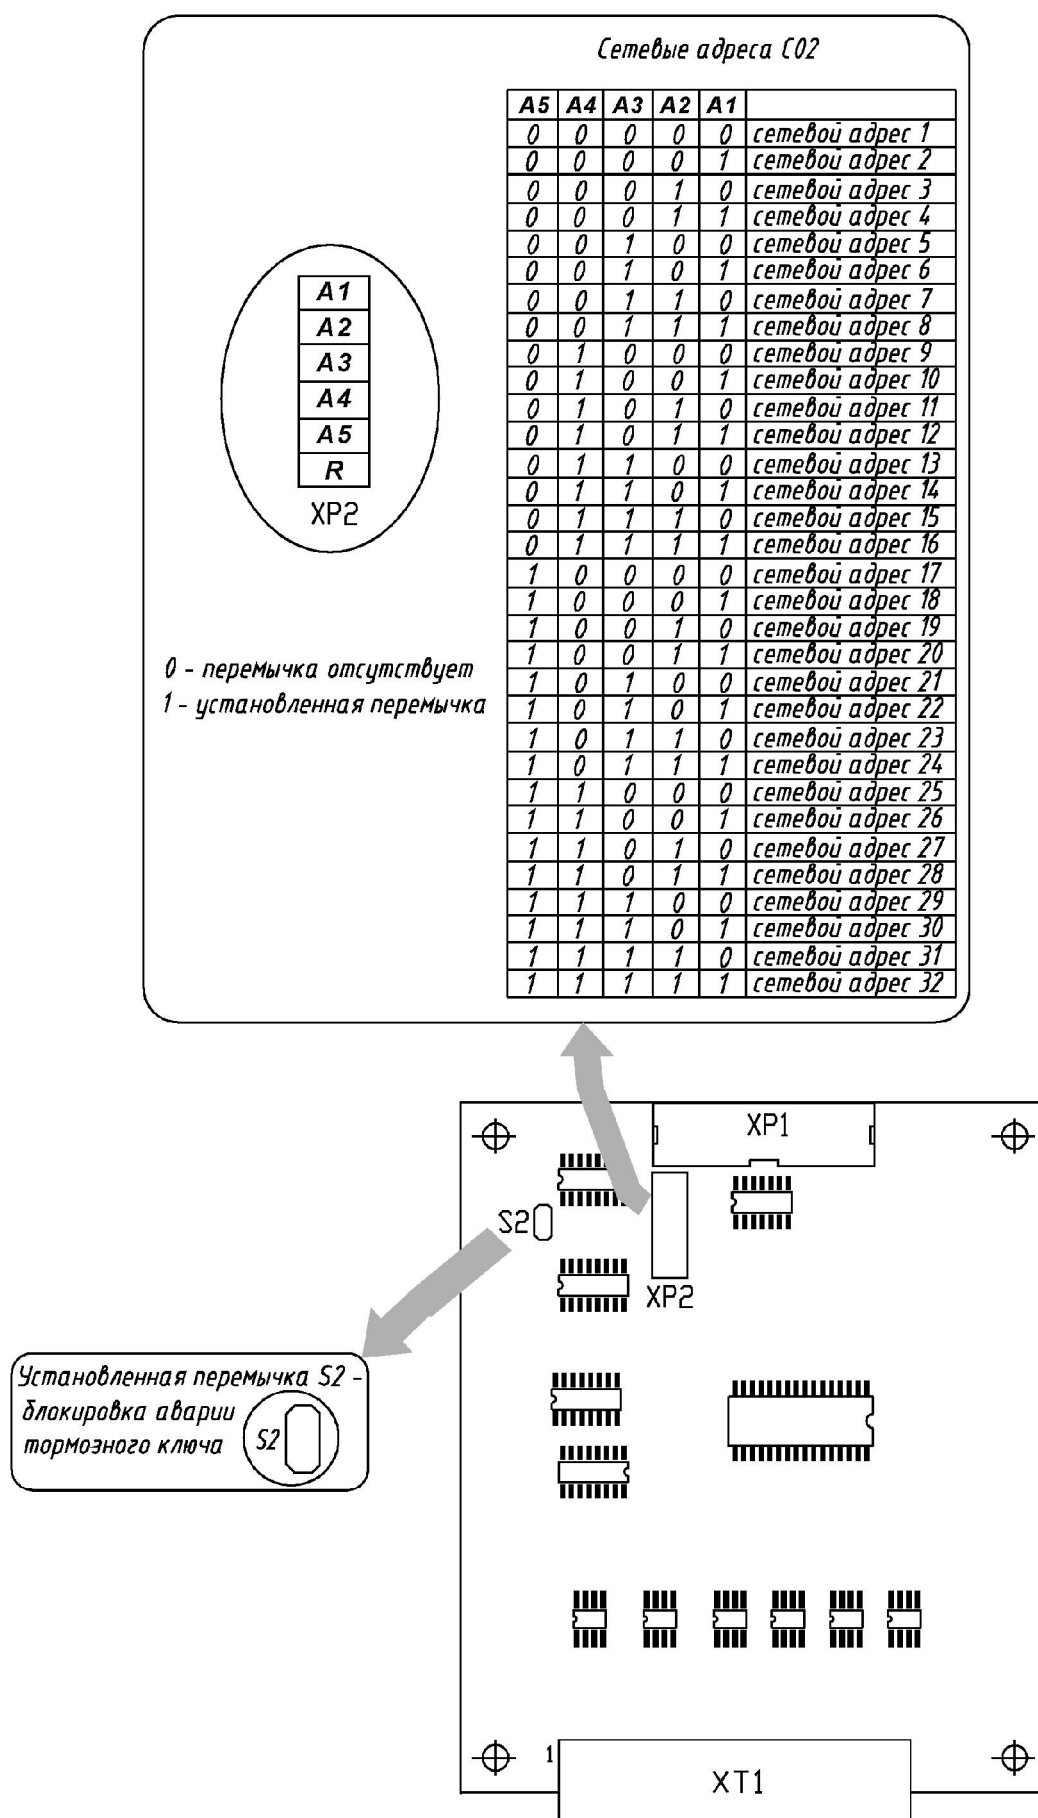

Рисунок 12 - Размещение и назначение органов управления на блоке C02
- Контроллер C02 (см. Рисунок 12)